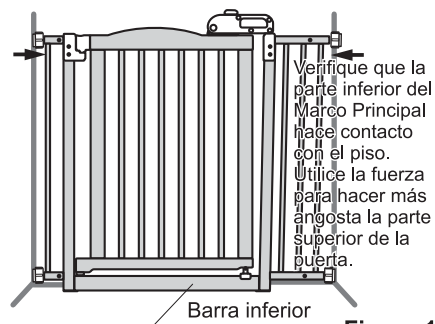

Figura 1
• Por seguridad, la parte inferior del producto debe hacer contacto con el piso según se muestra en la Figura 1.
※ El ancho de la parte superior del marco podría ser más ancho que la pared ya que el producto está diseñado para instalarse utilizando un efecto de resorte de tensión. Si es necesario, utilice la fuerza para hacer que la parte superior de la puerta sea más angosta para encajar entre la pared según se muestra en la Figura 1.